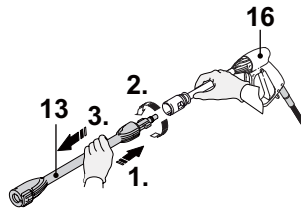

Fig. 25
9. Pour démonter la rallonge (13), pressez-la contre le pistolet (16) et tournez-la dans le sens inverse des aiguilles d'une montre (fig. 25).